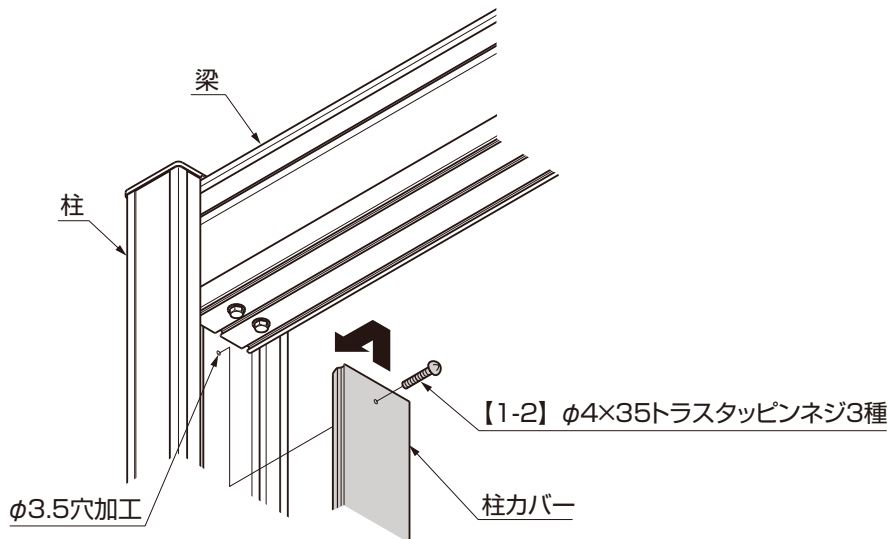

図3-4
- ③梁に柱カバーをあてて、柱カバーの上から柱にφ3.5の穴をあけてください。(図3-4参照)